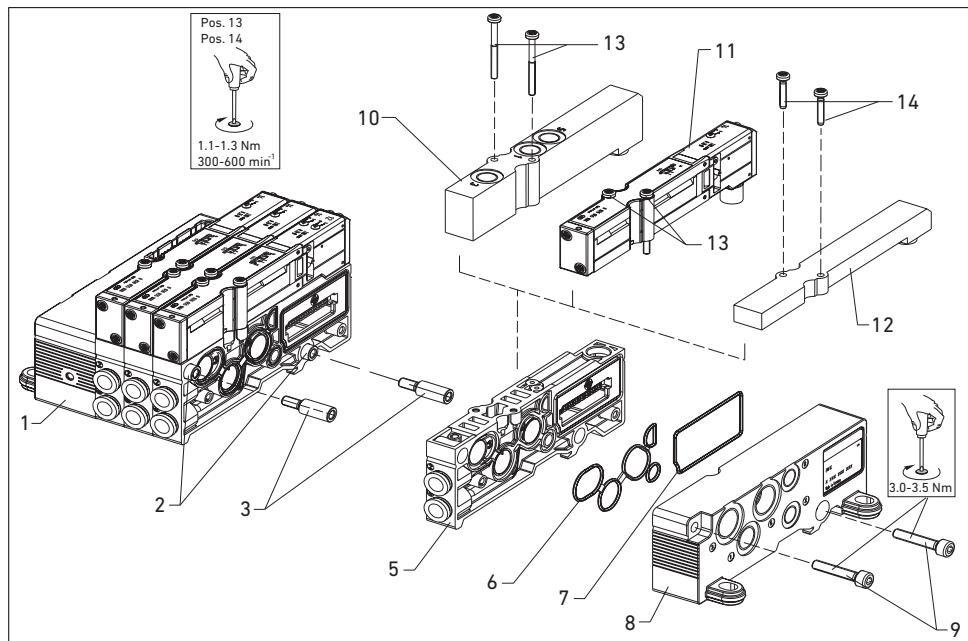

Fig. 11: Applicazione di posti valvola aggiuntivi sull'HF03
**Vedere figura 13 e figure 11/12**